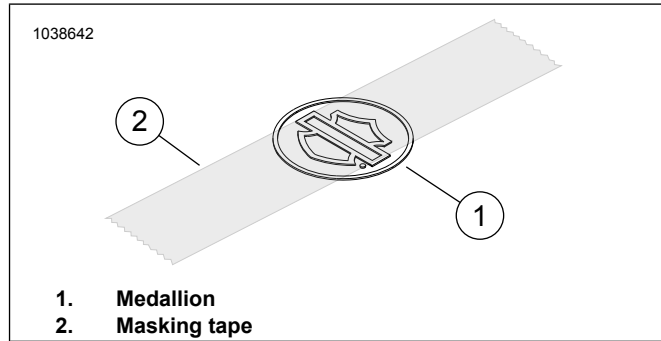

Figure 2. Maglagay ng Tape sa Medallion
2. Figure 2 Maglagay ng 3 pulgada ng masking tape (2) na nakasentro sa ibabaw ng bar at shield ng medallion (1).
4. Figure 2 Ikabit ang medallion sa bracket.